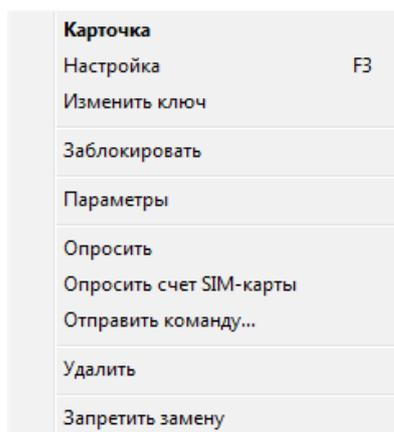

Рисунок 5.93. Контекстное меню. Запрет замены устройства
- В окне **Панель объектов** на сервере АРМ ДПУ выбрать из контекстного меню строки объекта опцию **Запретить замену** (рисунок 5.93).